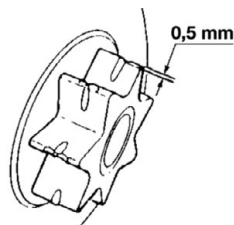

Рис. 17.4
5. Звездочка привода (рис. 17.4).